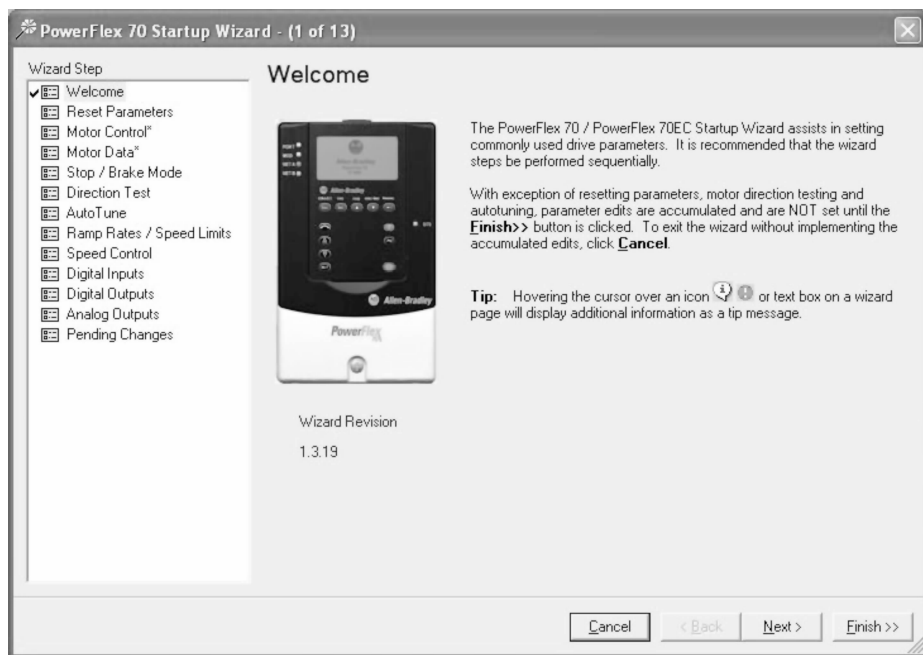

图 25-30 变频器启动向导
28. 开始执行 PowerFlex 70 启动向导的第 1 步操作，如图 25-30 所示。